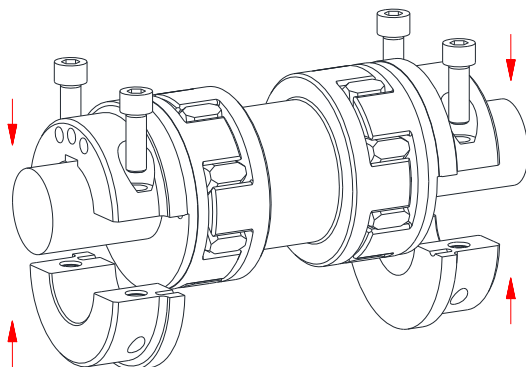

Fig. 13 : Montage de l'ensemble sur les arbres
- Monter l'ensemble avec les demi-coquilles et les vis sur les arbres moteur et récepteur (voir fig. 13).